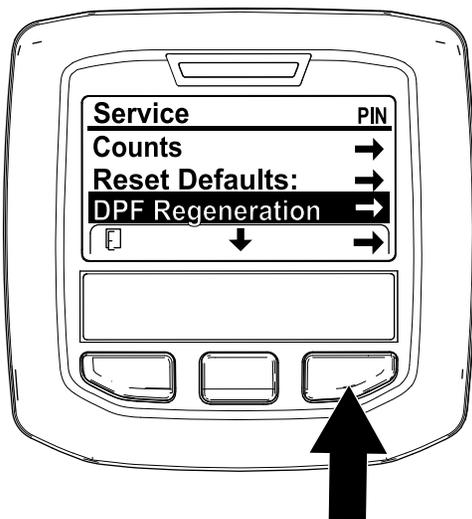

Рисунок 34
1. Перейдите к меню Service (Техобслуживание), нажмите среднюю кнопку для прокрутки вниз к опции DPF REGENERATION (РЕГЕНЕРАЦИЯ DPF) (Рисунок 34).
2. Нажмите правую кнопку для выбора позиции DPF Regeneration (Регенерация DPF) (Рисунок 34).